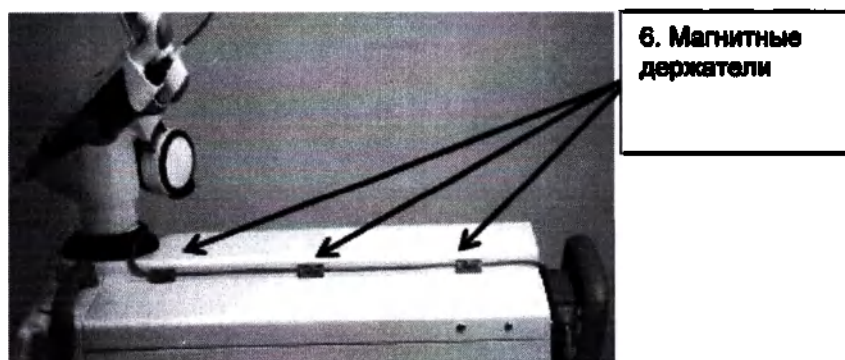

Рисунок 6.8: Магнитные держатели
6. Используйте магнитные держатели, чтобы прикрепить кабель к верхней крышке лазерной системы (Рисунок 6.8).